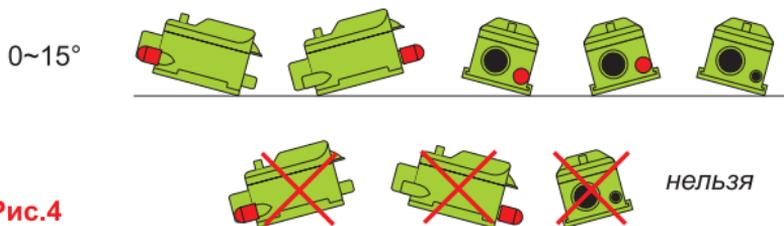

Рис.4
Поплавковый датчик уровня необходимо установить в подходящем месте не выше уровня дна поддона. Допустимое отклонение от горизонтального положения - **не более 15°** (рис.4).
1. Правильность положения датчика (рис. 4)